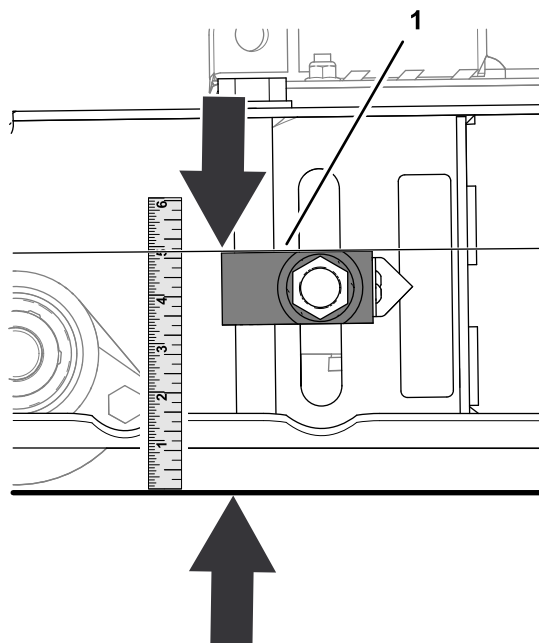

Figure 81
- Mesurez la distance entre le haut du bloc de réglage et le sol (Figure 81).